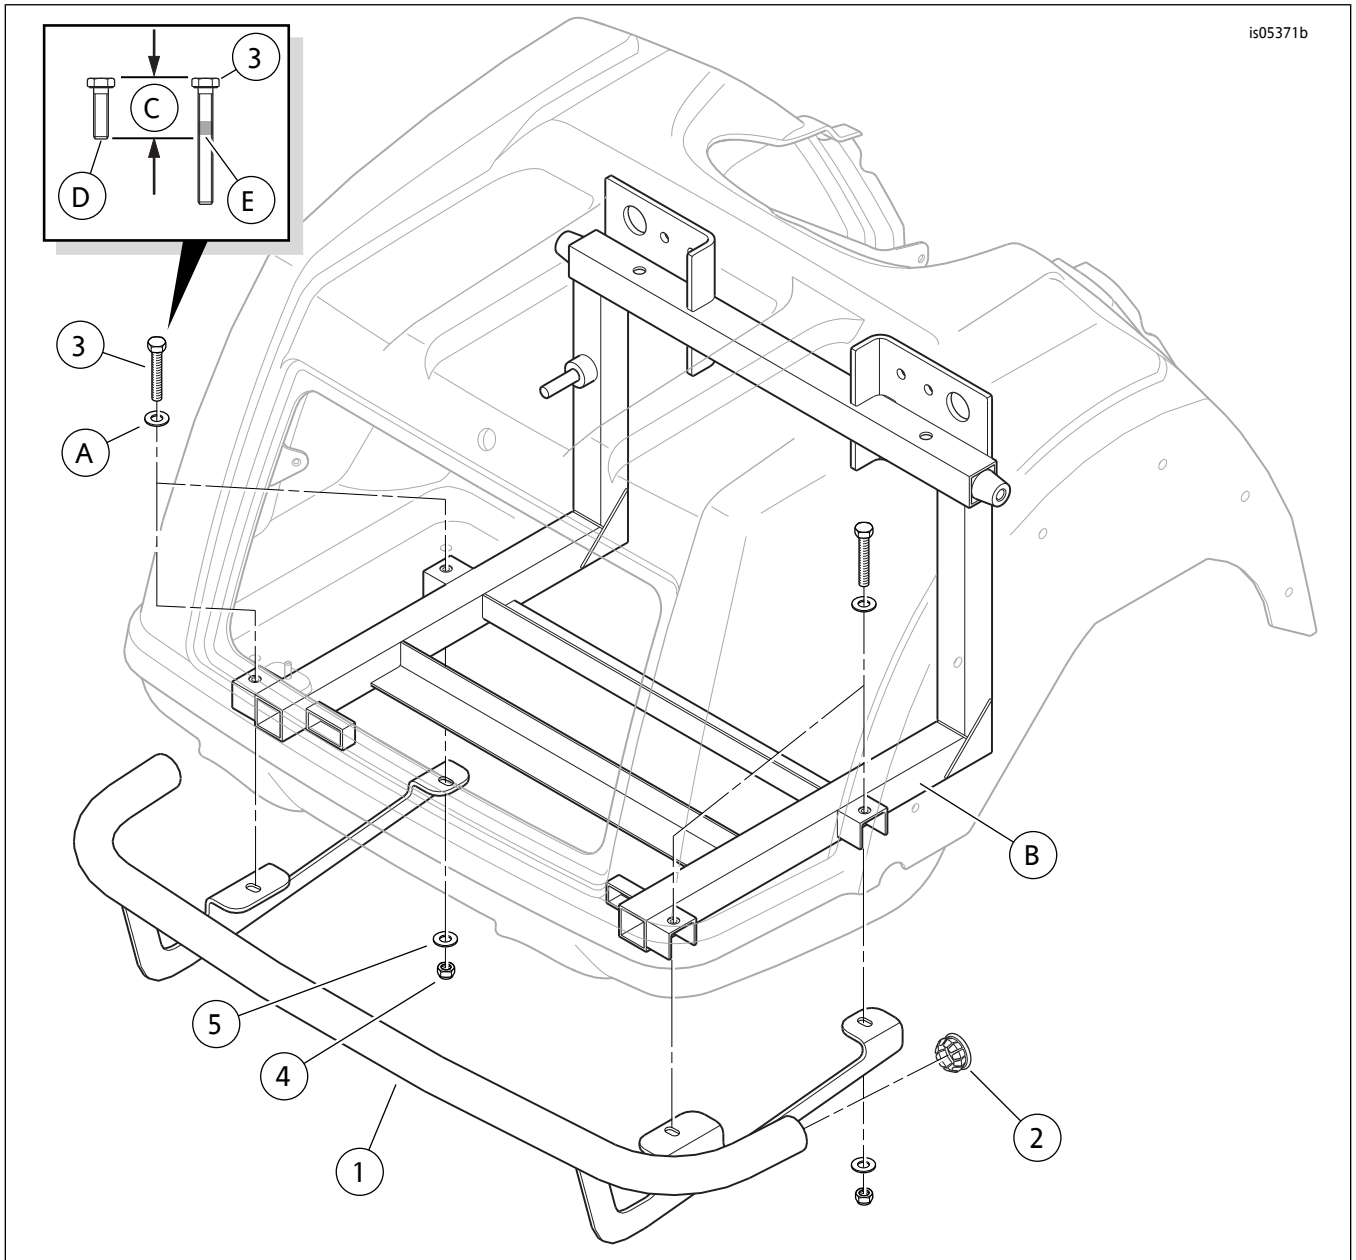

图1. 套件内容: Trike后护罩
1. 参见图 1。在行李箱底板处找到4颗用于将行李箱固定到后车架，带有垫圈(A)的螺丝。拆下其中一个螺丝，保持垫圈原位不动。保留螺丝至下一步骤，之后丢弃。
2. 参见图 1。在螺丝(3)上涂抹螺纹锁固剂。